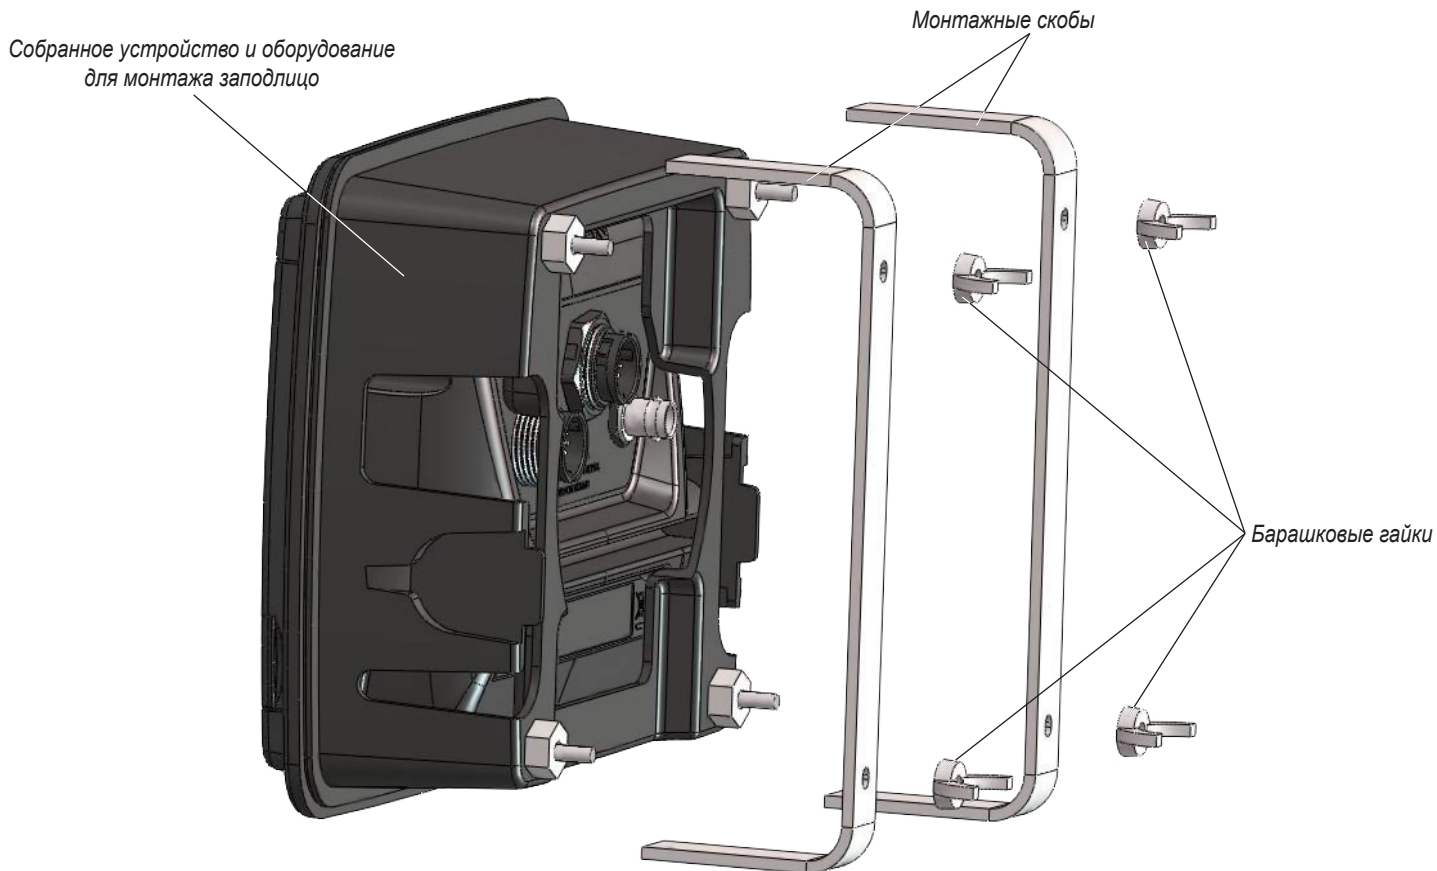

Рис. 2
3. Установите устройство в отверстие (см. рисунок 2).